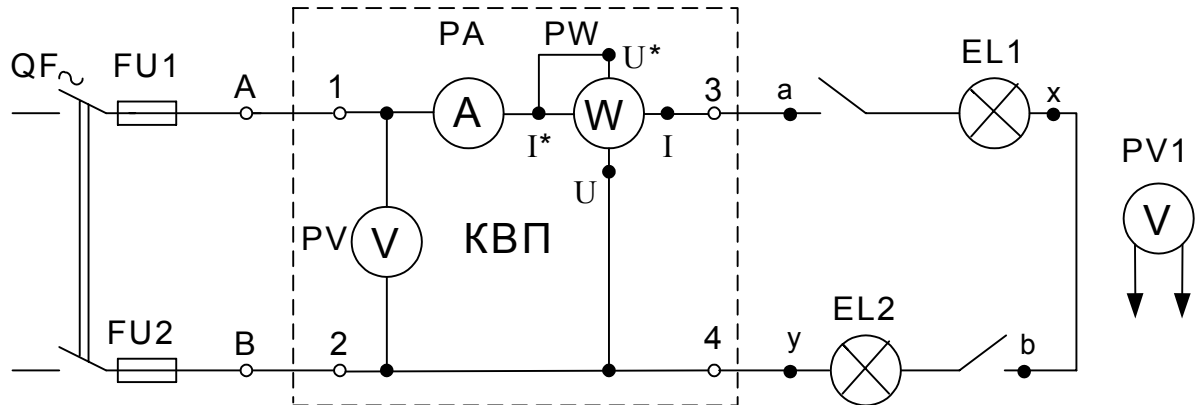

Рис. 2 Принципова схема кола
*а) собрать цепь по принципиальной схеме рис. 2.*